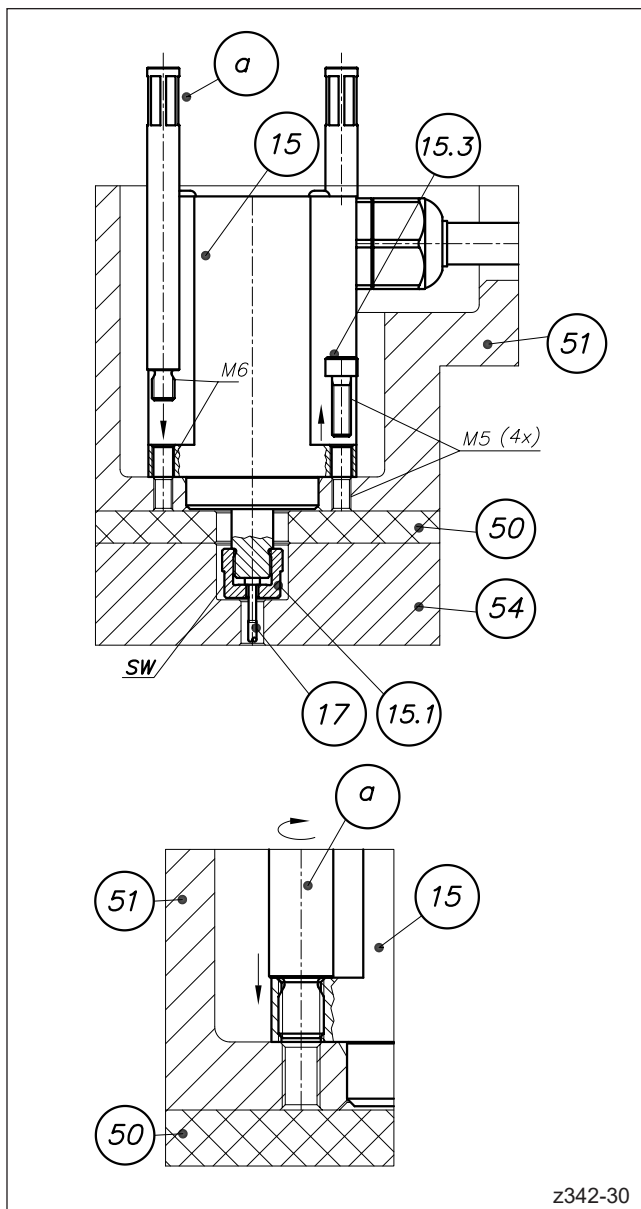
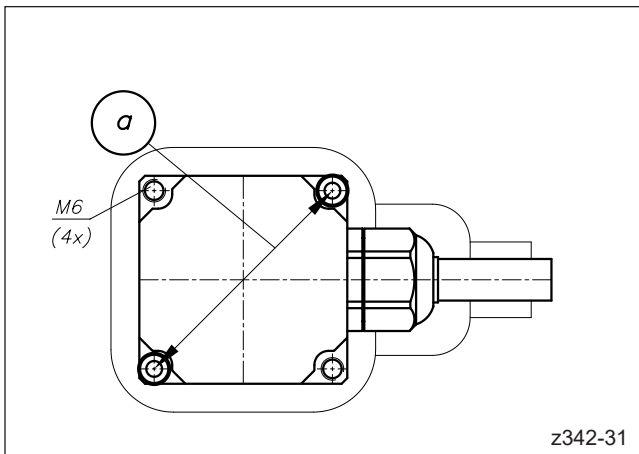

Abbildung 116: Bolzen der Demontagevorrichtung einschrauben
Abbildung 117: Bolzen diagonal einschrauben
- Die beiden Bolzen (Pos. a) der Demontagevorrichtung T00543 (Pos. b, vgl. Kapitel „5.3.1 Werkzeuge, Hilfsmittel und Betriebsstoffe“) an diagonal gegenüberliegenden Positionen in das Servomotor-Gehäuse einschrauben und mit einem Schraubenschlüssel SW8 handfest anziehen. (siehe Abbildung 116 und Abbildung 117).